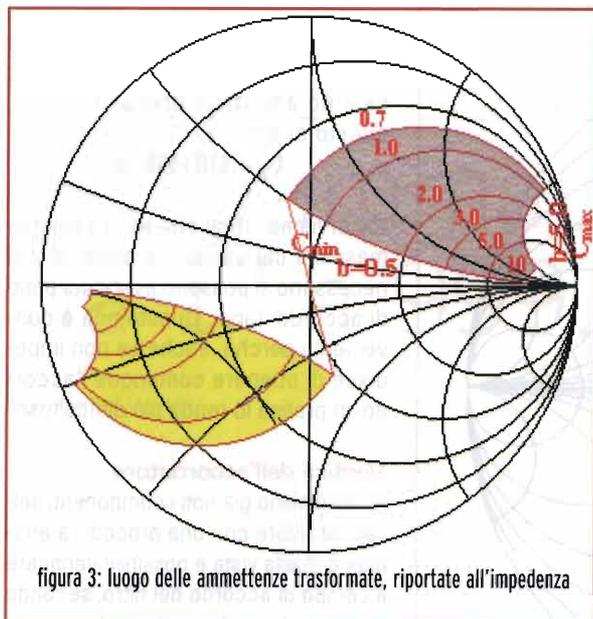

figura 3: luogo delle ammettenze trasformate, riportate all'impedenza
Passo 3. Poiché ora dobbiamo aggiungere la reattanza dell'induttore L, è necessario passare dalle ammettenze alle impedenze; ciò si ottiene sulla Carta di Smith ruotando la superficie trovata di 180° , cioè, in pratica, ruotando il foglio trasparente di esattamente mezzo giro rispetto alla Carta sottostante (figura 3).
Passo 5. Le ammettenze in questione devono essere ottenute dalla somma della reattanza dell'induttore con una delle impedenze corrispondenti alle trasformazioni del generatore come si è visto sopra (figura 3). Perciò è necessario trasfor-